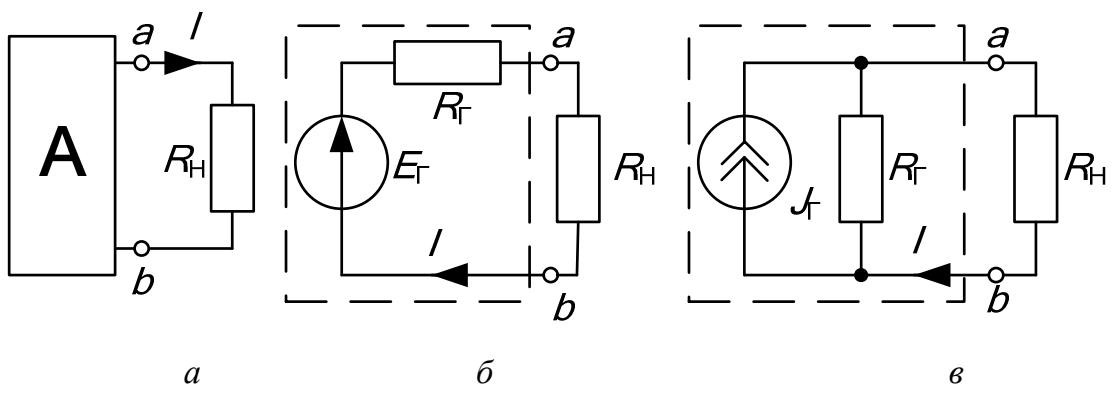

Рис. 2.1.
При расчете линейных электрических цепей часто бывает нужно определить ток в какой-нибудь одной ветви. В этом случае по отношению к зажимам этой ветви всю остальную часть цепи можно рассматривать как активный двухполюсник (рис. 2.1,  $a$ ) и при расчете заменить его эквивалентным генератором (рис. 2.1,  $\delta$ ) с ЭДС  $E_\Gamma$  и внутренним сопротивлением  $R_\Gamma$ .
ЭДС эквивалентного генератора равна напряжению между точками присоединения нагрузки  $ab$  при ее отключении. Сопротивление эквивалентного генератора равно сопротивлению между теми же точками при равенстве нулю внутренних ЭДС и задающих токов источников двухполюсника. Возможна и схема эквивалентного генератора с источником тока (рис. 2.1,  $c$ ), задающий ток которого равен току короткого замыкания активного двухполюсника  $I_{K3}$ , при этом  $J_\Gamma = E_\Gamma / R_\Gamma$ .
Для определения тока нагрузки применяются либо формула Тевенена–Гельмгольца (рис. 2.1,  $\delta$ )
либо формула Нортона–Поливанова (рис. 2.1,  $\epsilon$ )
2. Изобразите одноконтурную схему эквивалентного генератора (рис. 2.1, б) и с ее помощью докажите справедливость формул определения параметров генератора по методу двух нагрузок, используя второй закон Кирхгофа.